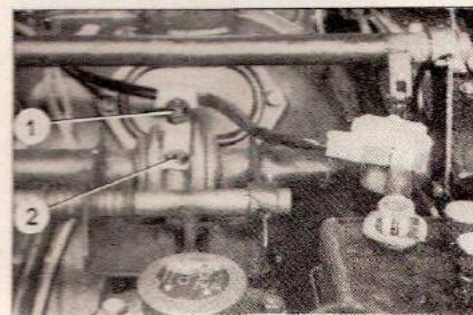

Fig. M 23.
Défreiner et déposer la vis (2) et les écrous (1) de fixation du chapeau sur le support AR (fig. M 23).